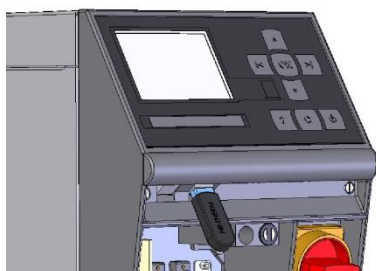

Fig. 15: Ligar o dispositivo USB
2. Ligar o dispositivo USB (Fig. 15).